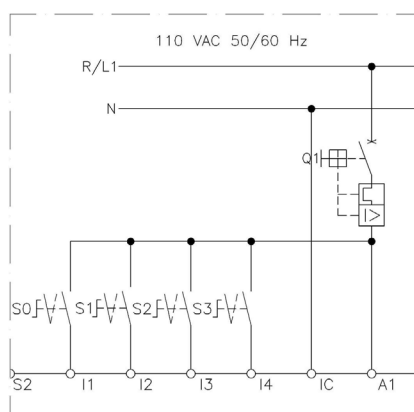

Figura 5.5 - Detalhe da modificação para acionamento utilizando entradas digitais em 110 Vac
Para a unidade de controle (UC) com entradas digitais em 110 Vca é destacada a modificação do esquema na figura 5.5.